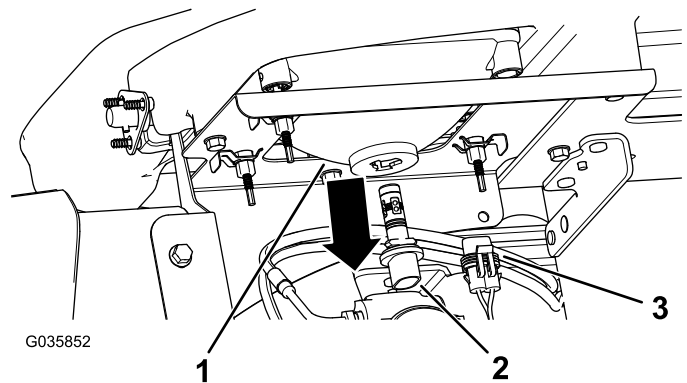

图 43
3. 从大灯外壳后面灯总成的接头断开线束的电气接头 图 43。
4. 将灯总成逆时针旋转 $\frac{1}{4}$ 圈然后向后移动移出大灯外壳 图 43。
5. 插入新灯总成和大灯外壳将灯总成上的标签与大灯外壳中的槽对齐 图 43。
6. 将灯总成顺时针旋转 $\frac{1}{4}$ 圈进行固定 图 43。
7. 将线束的电气接头与新灯总成的接头连接 图 43。